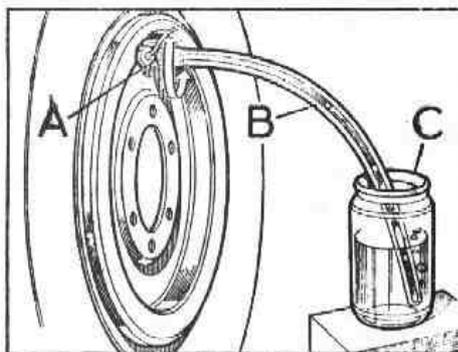

Fig. H-11 Sangrado del cilindro de rueda
Para sangrar, aflojar el racord correspondiente habiendo conectado al mismo previamente un tubo de plástico transparente con el extremo introducido en un recipiente de recogida adecuado (Fig. H-11).
- 3.2.5. Aflojar el racord de sangrado habiendo conectado al mismo previamente - un tubo de plástico transparente con el extremo libre sumergido en un - recipiente que contenga un poco de líquido de frenos limpio. De esta - forma se evitará que ingrese aire en el sistema durante la operación de sangrado (Fig. H-11).